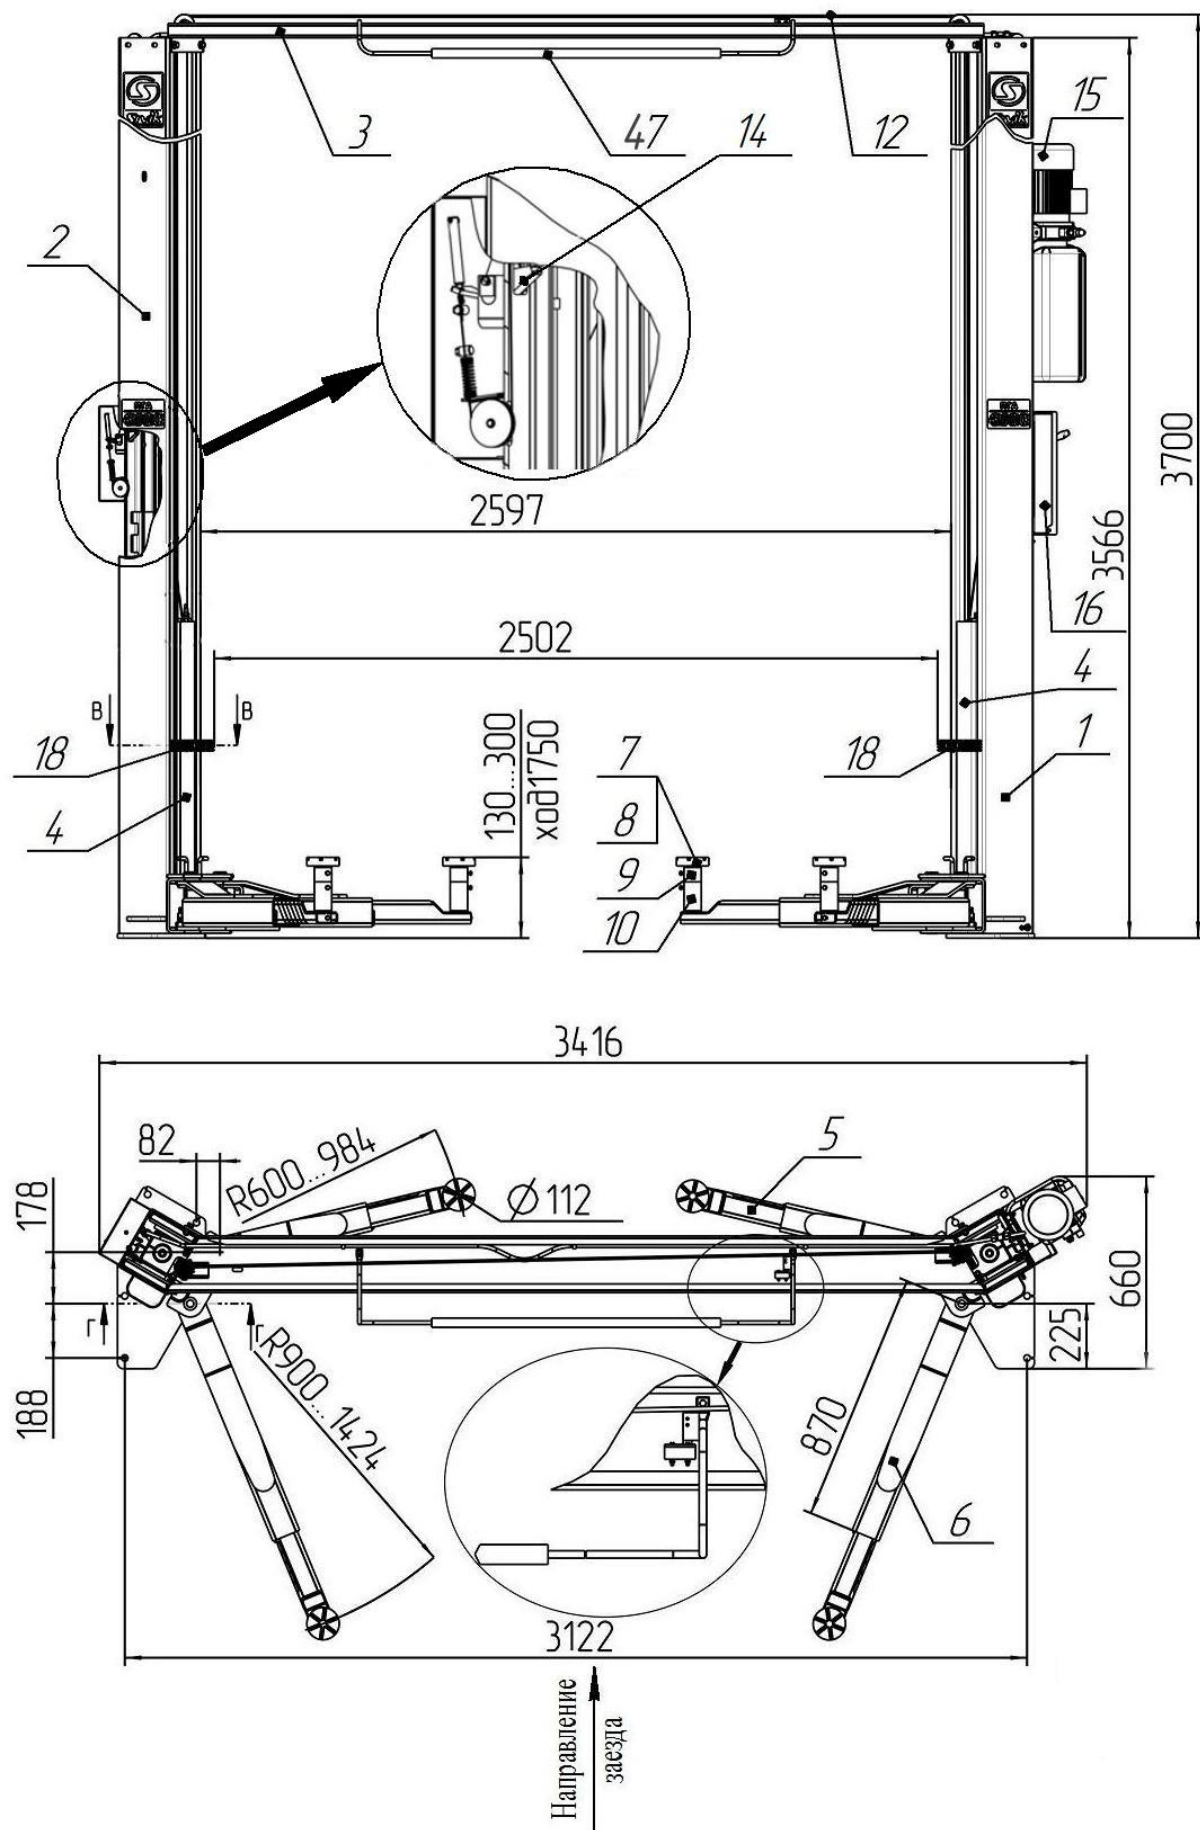
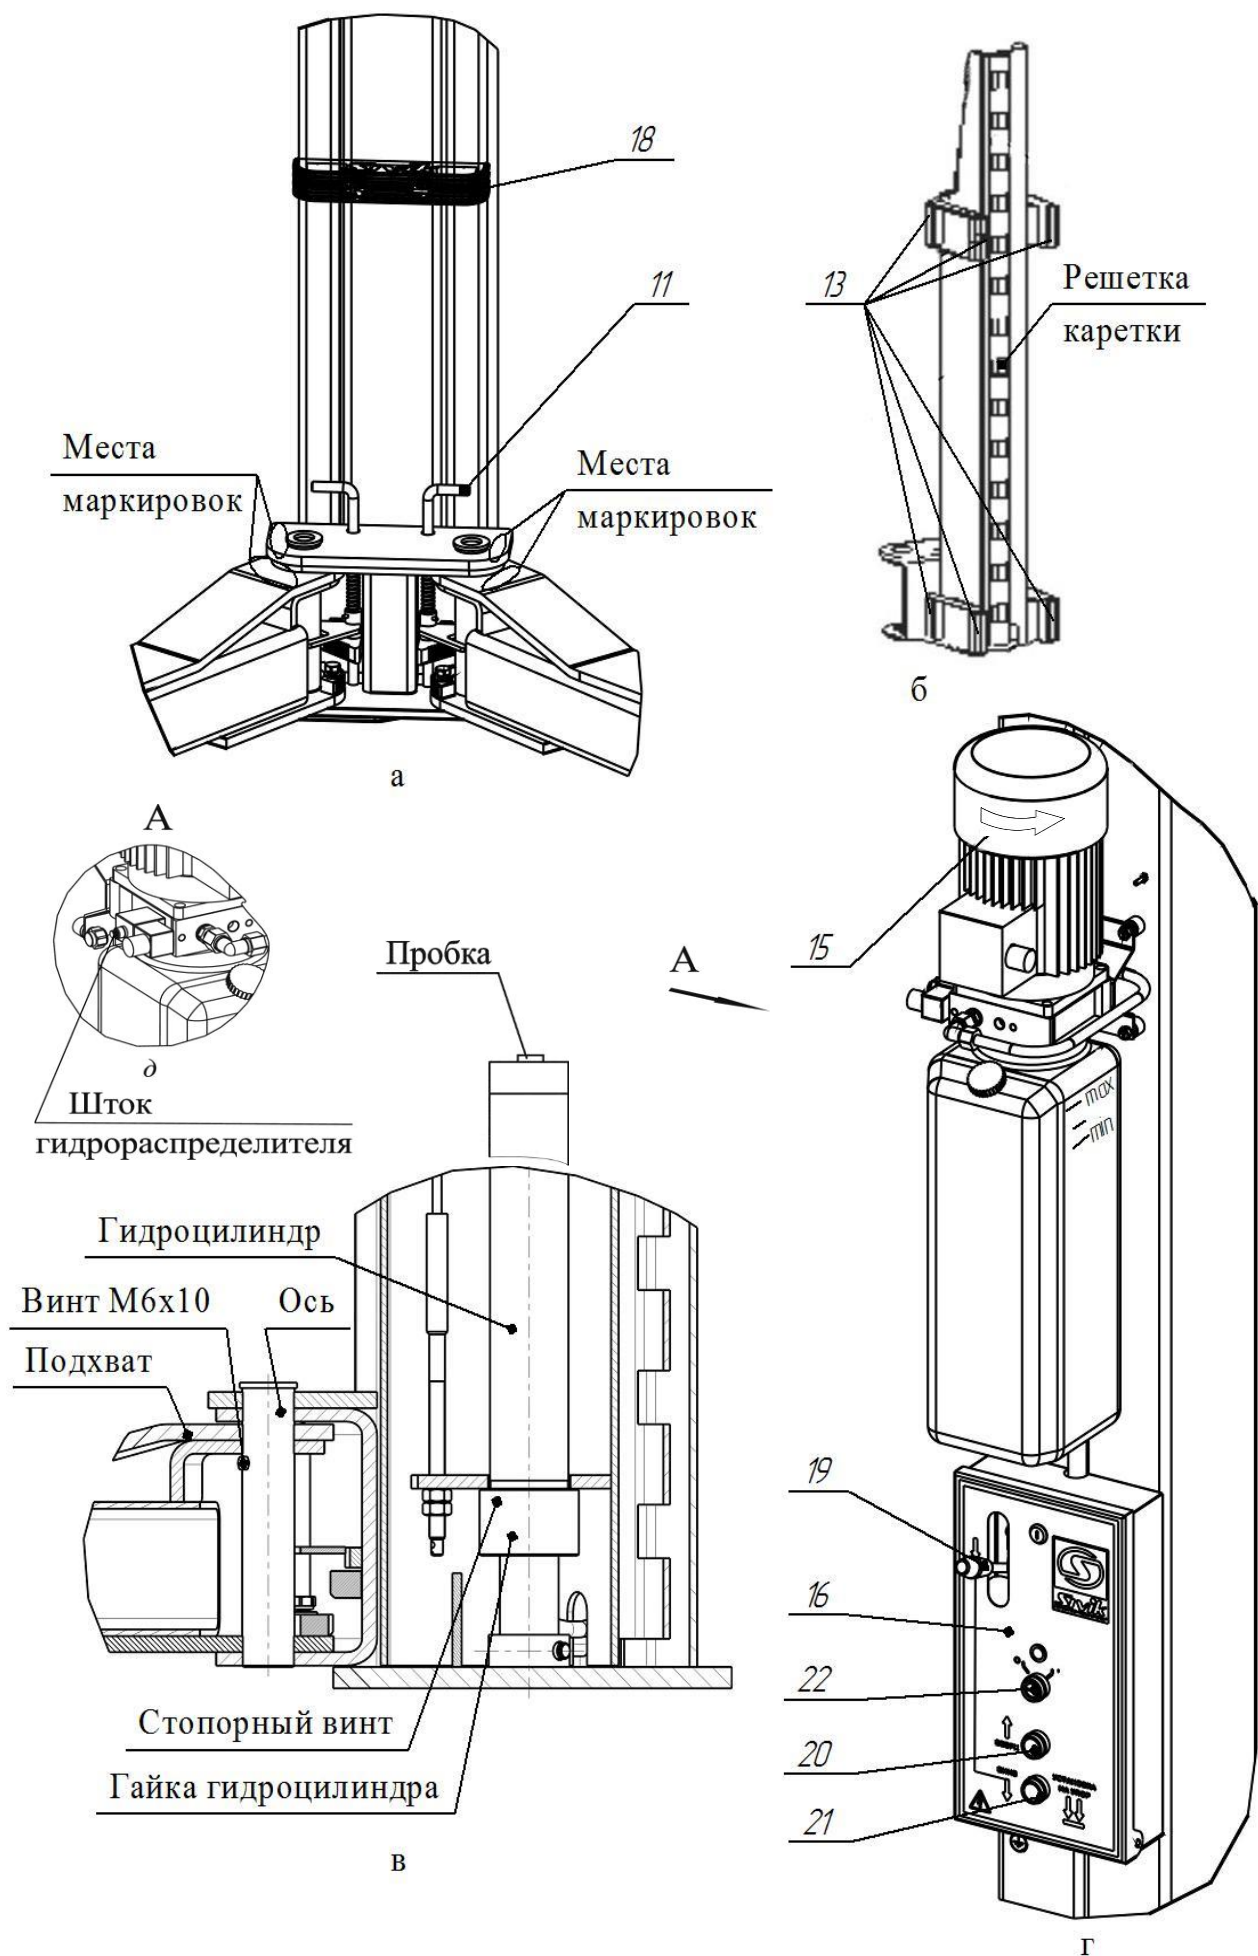

Рисунок 1 - Общий вид подъемника
Рисунок 2 – Виды подъёмника
Подъемник (см. рисунок 1) состоит из двух стоек коробчатого сечения - правой 1 и левой 2, соединенных между собой перекладиной 3. В стойках размещены каретки 4 с закрепленными на них поворотными телескопическими подхватами 5 и 6 разной длины. На концах подхватов 5, 6 установлены опоры 7, втулки резьбовые 8, втулки 9, 10, фиксируемые болтом М8х16. Подхваты фиксируются стопорными устройствами 11 (см. рисунок 2а), автоматически срабатывающими при подъеме автомобиля. При опускании кареток 4 в крайнее нижнее положение происходит автоматическое расстопорение подхватов 5 и 6. Каретки 4 приводятся в движение гидравлическими цилиндрами, установленными внутри стоек. Подъемник снабжен системой 12 тросовой синхронизации движения кареток 4.
Каждая каретка 4 (см. рисунок 2б) снабжена полиамидными ползунами 13, скользящими по беговым дорожкам стоек 1 и 2. Каретки фиксируются на требуемой высоте стопорами-защелками 14 (см. рисунок 1), закрепленными на стойках 1,2 и входящими в зацепление с решетками на каретках 4.
На правой стойке (см. рисунок 2г) размещена насосная станция 15 с пультом управления 16. Внутри насосной станции 15 находится клапан предохранительный, предотвращающий перегрузку в гидросистеме. Клапан предохранительный настроен на заданное давление и опломбирован.
- касании автомобилем ограничительной дуги 47 перекладины 3 (см. рисунок 1);
Для предотвращения повреждения дверей автомобиля (при открывании) на каретки 4 установлены накладки 18, фиксируемые винтами М8х30, шайбами 8Г и шайбами 8 (см. рисунок 1 и рисунок 2а).
Управление подъемником осуществляется рычагом 19 (см. рисунок 2г) и двумя кнопками 20 и 21, установленными в пульте управления 16. Рычагом 19 осуществляется расстопорение кареток 4, а кнопками 20 и 21, подъем (кнопка 20) и опускание (кнопка 21) кареток 4.
**ВНИМАНИЕ!** Перед сборкой проверить затяжку гаек гидроцилиндров и стопорных винтов (см. рисунок 2в).
Для того чтобы проверить срабатывание упругой тяги 31, необходимо одному человеку прижать рукой защелку 14 к стойке 2, а другому повернуть рычаг 19 (см. рисунок 2г) вниз. Упругая тяга 31 должна вытянуться на полный ход штока 30.
При повороте рычага 19 вниз (см. рисунок 2г), защелка на левой стойке должна отвестись, так же как отвелась защелка на правой стойке. При повороте рычага 19 вверх (рычаг 19 должен удерживаться в верхнем положении пружиной), защелки на левой и правой стойке должны вернуться в исходное положение. Регулировка проводится выборкой слабины тросика 23 и обжатием петли от вытягивания зажимом 29.
6.9 Открутить пробку бака насосной станции 15 и залить масло (около 12 л) до верхней метки «MAX» (см. рисунок 2г). Уровень масла контролировать визуально. Установить пробку бака на место.
- кратковременным нажатием на кнопку 20 (двигатель должен работать, вращение крыльчатки по стрелке на кожухе эл. двигателя, а из бака должно убывать масло, см. рисунок 2г).
- отвернуть пробки у каждого гидроцилиндра на один оборот (см. рисунок 2в)
6.13 Подхваты 5, 6 установить согласно маркировки как представлена на рисунке 2а и зафиксировать осями к кареткам 4 стоек (см. рисунок 2в). Оси фиксировать винтами М6х10. Допускается разновысотность подхватов до 10 мм. Убедитесь, что подхваты фиксируются стопорными устройствами 11.